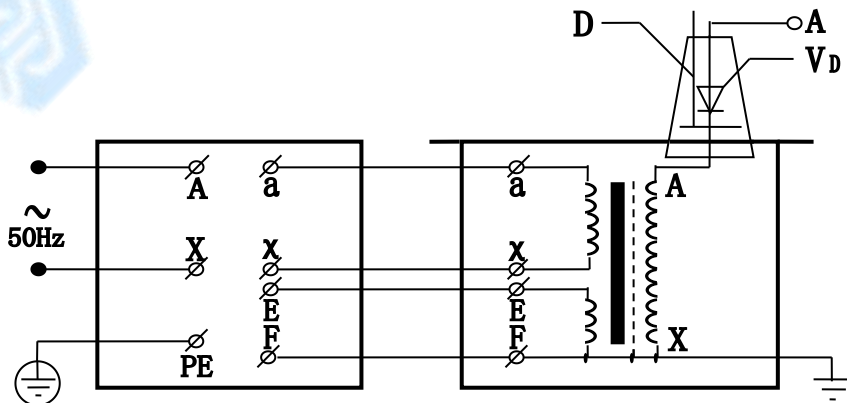

图 4：单台 TDM(G)交直流试验变压器原理图
2、单台 TDM(G)试验变压器的工作原理图见图 4，图中高压套管中装有高压硅堆，串接在高压回路中作半波整流，以获得直流高电压。当用一短路杆将高压硅堆短接时，可获得工频高电压，作为交流输出状态；取消短路杆时，作为直流输出状态。